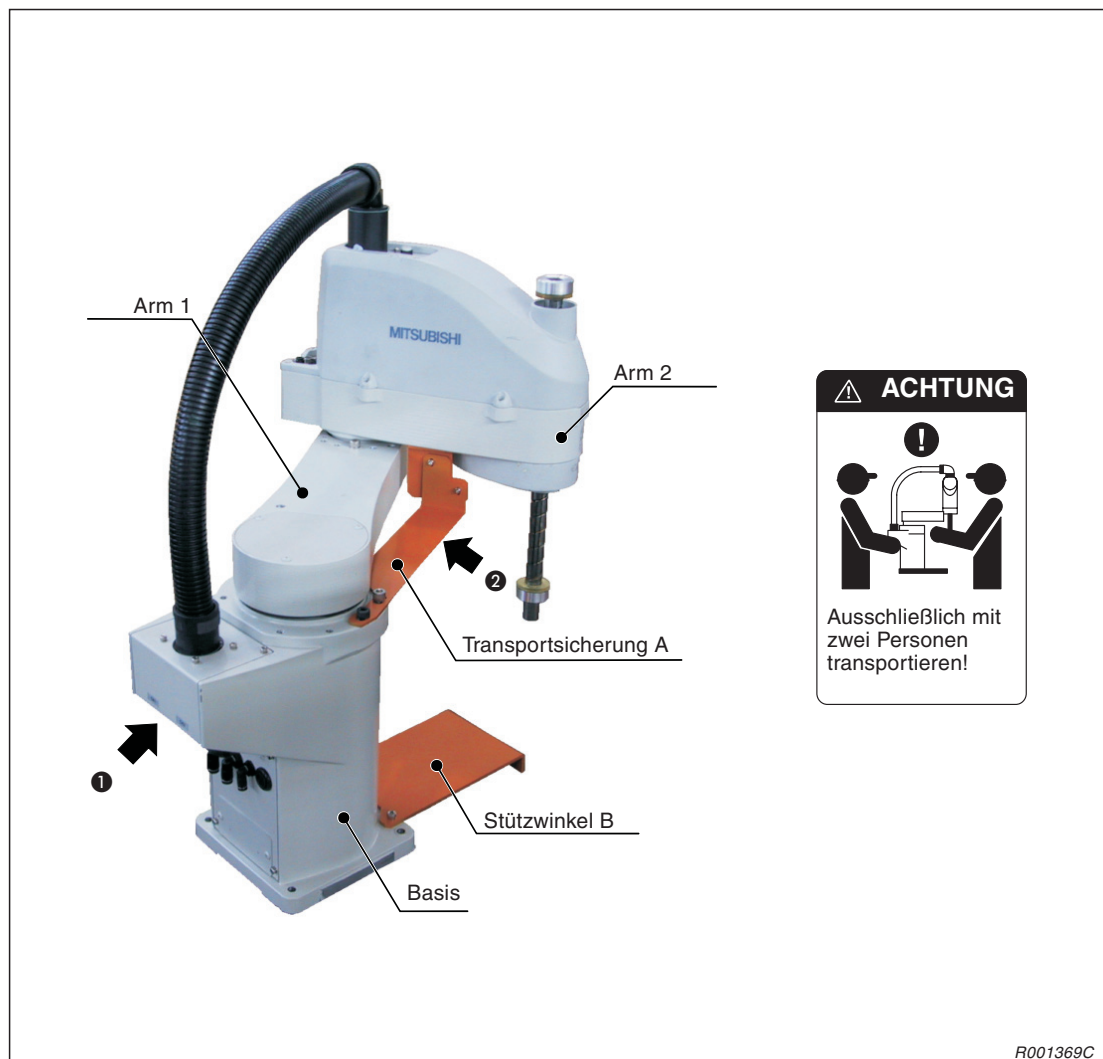

Abb. 2-3: Haltepunkte am Roboterarm
- ① Der Transport muss immer mit zwei Personen erfolgen. Tragen Sie dabei den Roboterarm immer an den Punkten ① im Basisbereich und ② am Arm 2 sowie an der Transportsicherung A (siehe Abb. 2-3). Tragen Sie den Roboter niemals an den Seiten oder an den Abdeckungen, da diese sich lösen können und der Roboterarm zerstört wird.